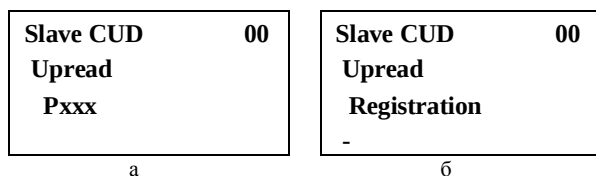

Рис.20. Отображение процесса «считывание»
■ **Считывание** – данная операция позволяет записать параметры подключенного ведомого во внутреннюю **Flash**-память панели OP1S. Считывание запускается активацией пункта меню «**Считывание**» нажатием кнопки <P>, во время считывания на дисплее отображается считываемый параметр (рис.20,а). Дополнительно в правом верхнем углу дисплея отображается номер ведомого.
Если процесс считывания удачно завершен, то у пользователя запрашивается ввод цифрового **кода** (максимум 12 цифр) для сохраняемого набора параметров (рис.20,б). Ввод кода выполняется при помощи цифровой клавиатуры панели OP1S. Кнопкой ▼ введенная цифра может быть **сброшена**. После ввода кода сохраняемых параметров и нажатия